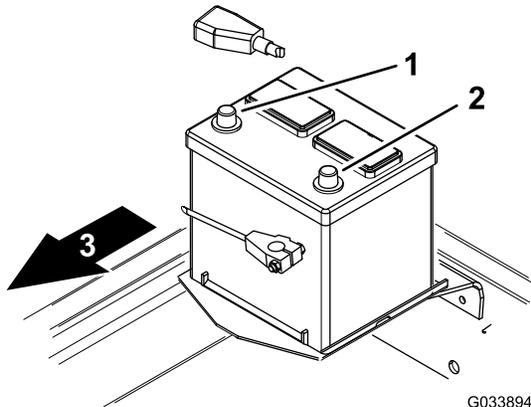

Figure 11
- Raccordez le câble positif (rouge) de la batterie à la borne positive (+) et glissez le capuchon en caoutchouc sur la borne positive (Figure 11).
3. Branchez le câble négatif (noir) à la borne négative (-) de la batterie (Figure 11).